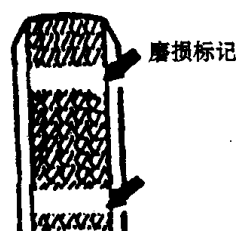

图7-40胎面磨损标记
(1) 检查轮胎充气压力。不同车型，轮胎充气压力不同，同一车型，前后轮的充气压力也不同。
(2) 检查轮胎磨损程度。在轮胎胎面上预先制有磨损标记，当胎面磨损量超过1.6 mm时，胎面磨损标记便显露出来，见图7-40，此时应更换轮胎。